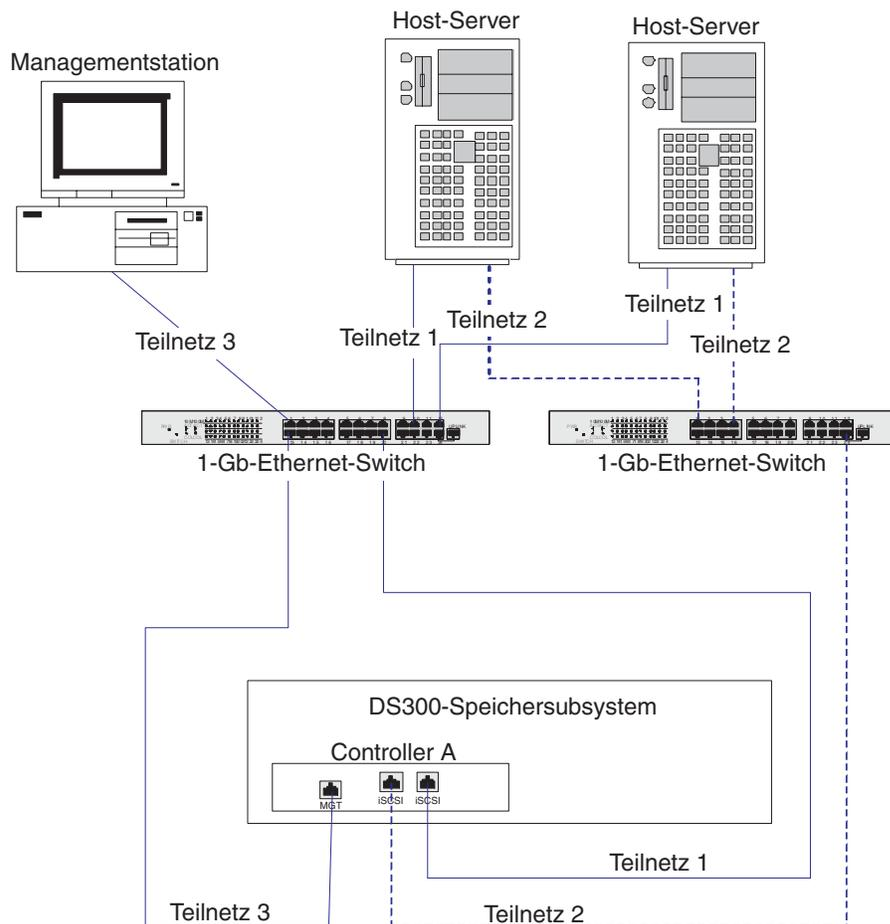

Abbildung 11. Konfiguration mit mehreren Servern, mehreren Anschlüssen und zwei Switches (DS300)
2. Sie können die zwei in Abb. 11 dargestellten 1-GB-Ethernet-Switches durch einen großen 1-GB-Ethernet-Switch mit ausreichend Anschlüssen ersetzen. Anstelle eines einzelnen Switches können die zwei iSCSI-Netze auch mit Hilfe von VLAN getrennt werden.